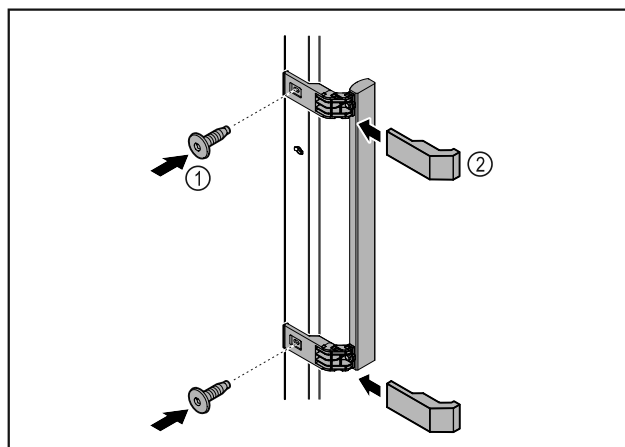

Fig. 3
- Montare sulla porta la maniglia contenuta nella confezione con le viti annesse Fig. 3 (1).
- Applicare la copertura Fig. 3 (2).